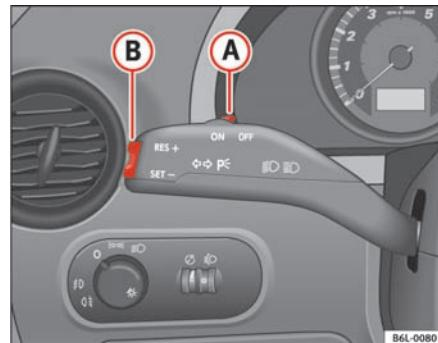

Fig. 101 Palanca de intermitentes y de luz de carretera: conmutador y tecla basculante para el regulador de velocidad
- Mueva el mando ⇒ fig. 101 A hacia la izquierda hasta la posición ON.